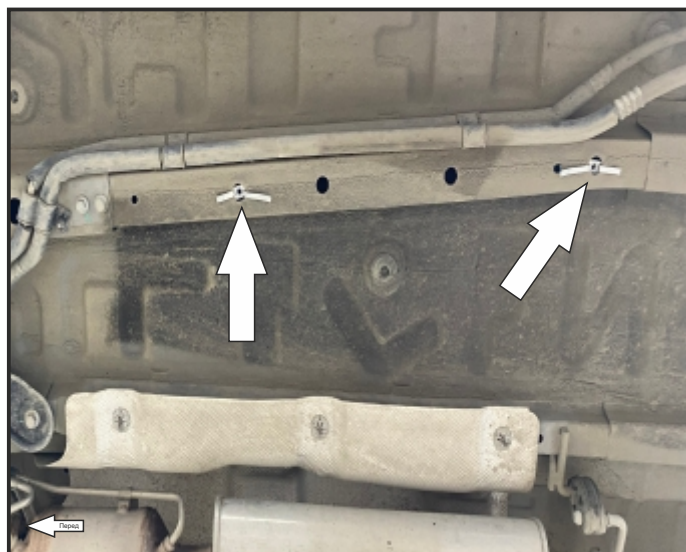

Рис. 7
4. Установить закладные гайки М8. (Рис.7, Рис.8)